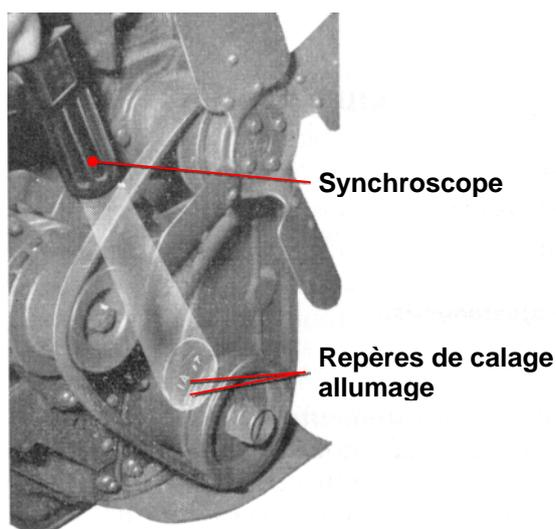

FIGURE 45. – Calage du moteur a l'aide du synchroscope (41 -L- 1440).
1) Brancher le synchroscope (fig. 45).
Mettre le moteur en route et le laisser se réchauffer. Régler le ralenti à 600 tr/mn. Braquer le synchroscope sur le repère de calage de la plaquette fixée sur le carter des pignons de distribution. Si le repère de la poulie de vilebrequin coïncide avec le repère A de la plaquette le calage est bon. Si le repère de la poulie apparaît avant le repère A le moteur a trop d'avance et inversement (fig. 45).